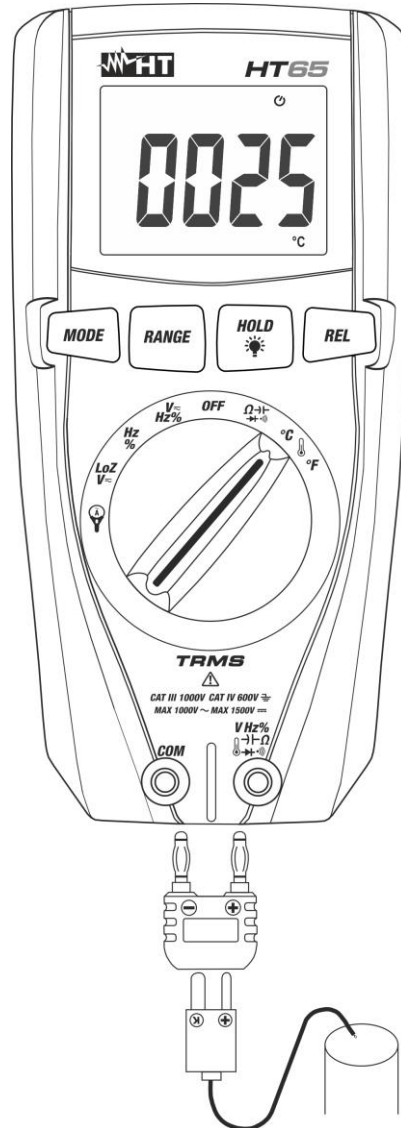

Fig. 9: Uso del instrumento para medida de Temperatura
2. Inserte el adaptador en dotación en los terminales de entrada $\text{Hz\%V-}\Omega\text{-}\Omega\text{+}\text{Hz\%}$ (polaridad +) y **COM** (polaridad -) (vea Fig. 9)